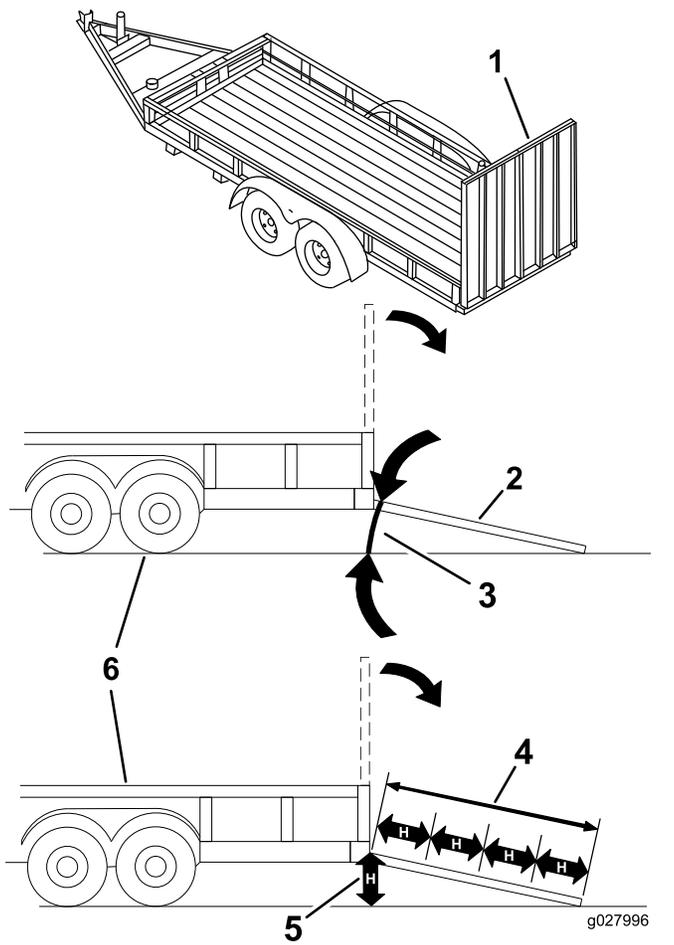

Figura 27
Quando si carica la macchina su un trailer o un autocarro si aumenta il rischio di ribaltamento, che può causare gravi ferite ed anche la morte (Figura 27).
3. Abbassate la rampa, assicurandovi che l'angolazione tra la rampa e il terreno non superi 12 gradi (Figura 27).
1. Abbassate la rampa, assicurandovi che l'angolazione tra la rampa e il terreno non superi 12 gradi (Figura 27).